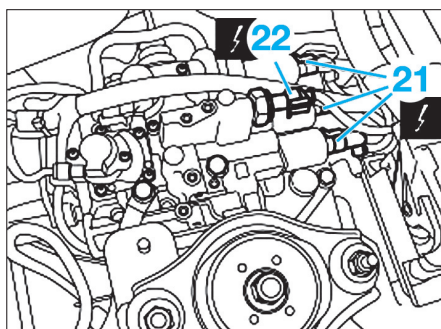

Fig. 52
- Débrancher les connexions électriques des électrovannes (21) de commande embrayage, enclenchement vitesses paires et impaires et commande embrayage et du capteur de pression (22) (Fig.52).